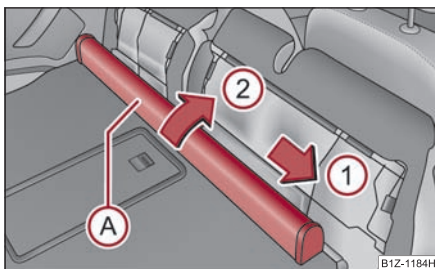

Fig. 107 Scaunele din spate:
- Împingeți carcasa peretelui despărțitor **A** ⇒ fig. 107 în sensul săgeții **1** și scoateți-o din spătarul scaunelor din spate în sensul săgeții **2**.